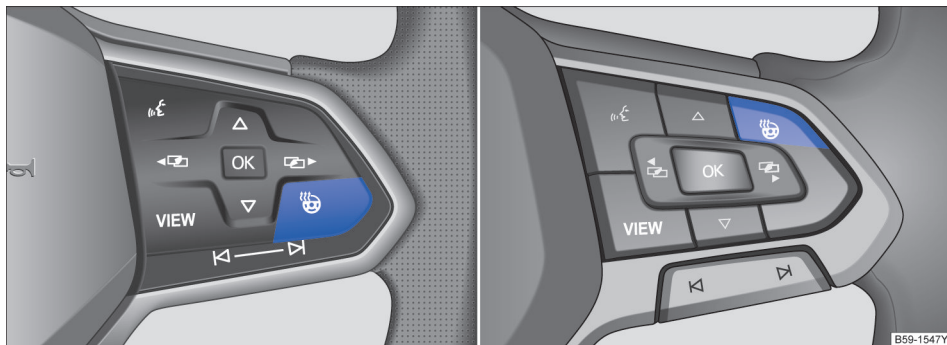

图 104 方向盘加热装置按键
- 按压按键 🌡 → 图 104，即可打开或关闭方向盘加热功能。